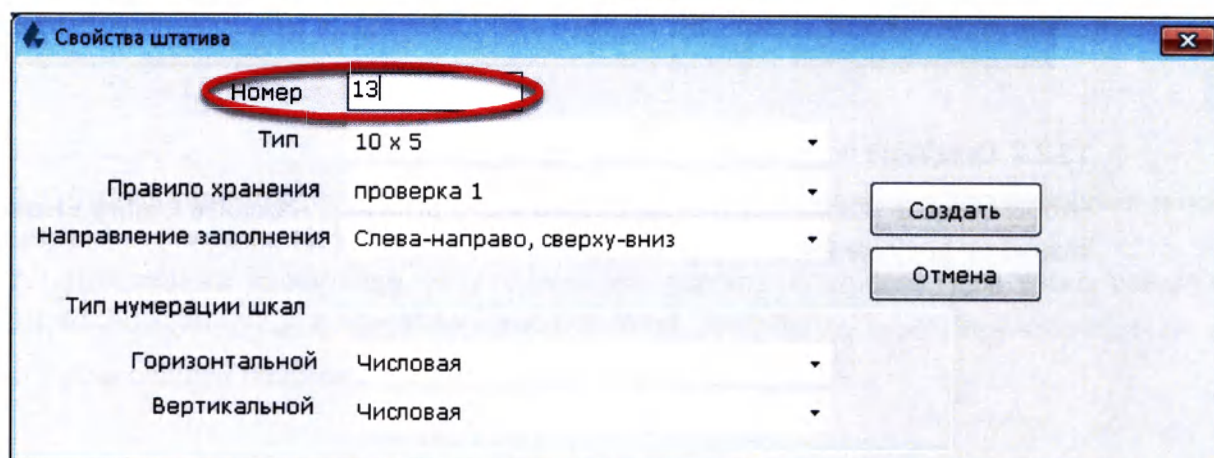

Рисунок 13.5
2. В открывшемся диалоговом окне введите номер штатива (Рисунок 13.5).